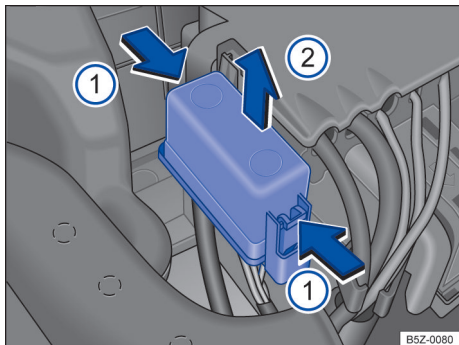

Fig. 134 No compartimento do motor: retirar cobertura da caixa de fusíveis.
- Pressionar as travas no sentido da seta  para destravar a cobertura da caixa de fusíveis → Fig. 134.